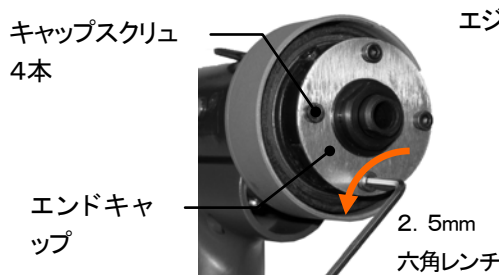

図7-6
- (3)キャップスクリューを2.5mm六角レンチで外した後、エジェクタを外してください。(図7-6、7)